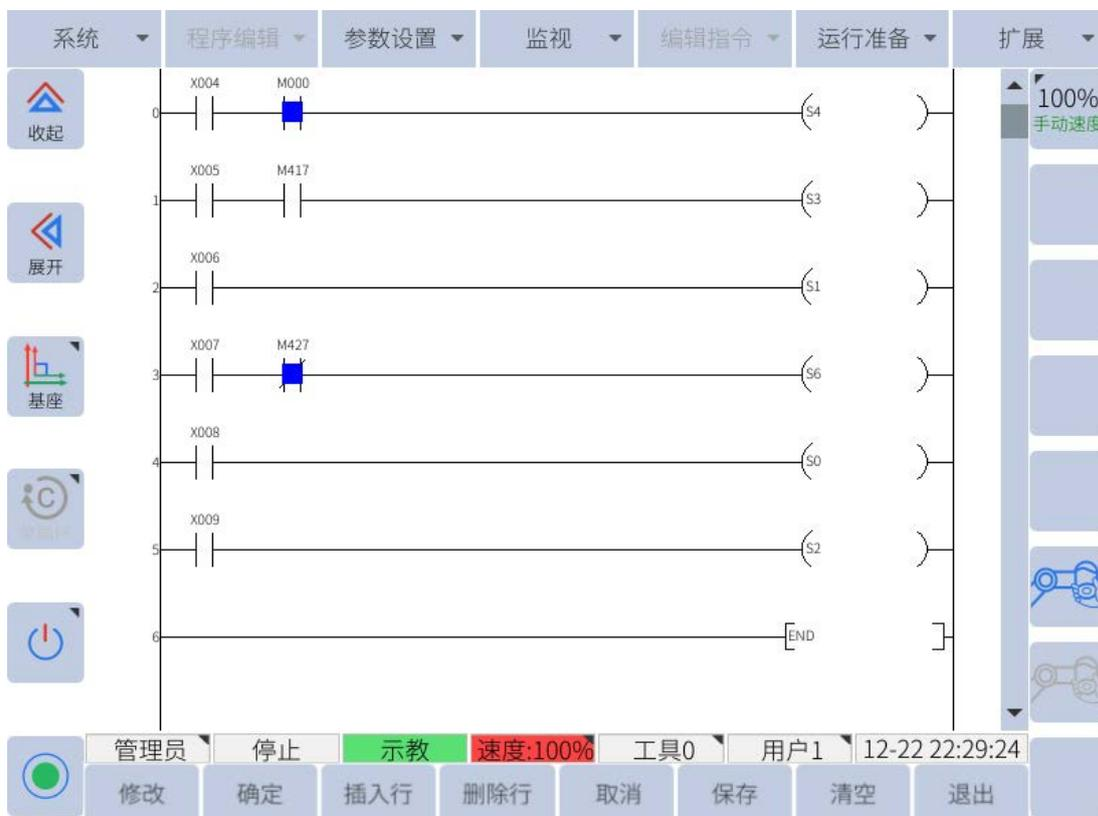

图 10-3：如何设置 PLC 使机器人跳转至主程序的示例
如图 10-3 所示是一个 PLC 程序示例，用户可以创建该程序以运行主程序。
4. 选择“扩展 -> 用户 PLC”，编辑如下 PLC 样例程序，如图 10-3 所示：